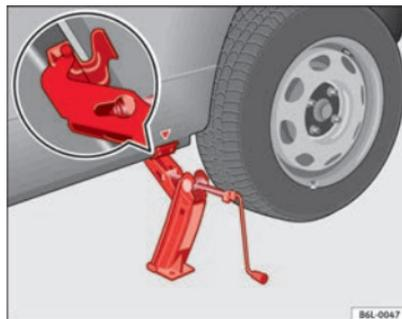

Fig. 147 Colocación del gato
- Posicione el gato de modo que su garra envuelva el nervio del larguero inferior y que la placa base móvil se apoye plana sobre el suelo ⇒ fig. 147.